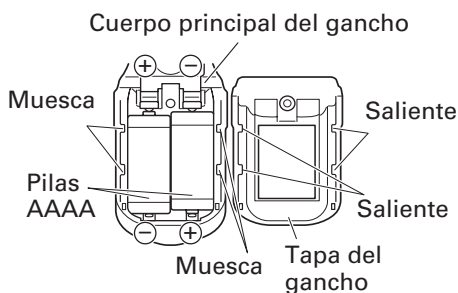

Fig. 12
(2) Retire las pilas usadas e introduzca las pilas nuevas. Alineélas con las indicaciones del gancho y posicione correctamente los terminales positivo (+) y negativo (-). (Fig. 12)